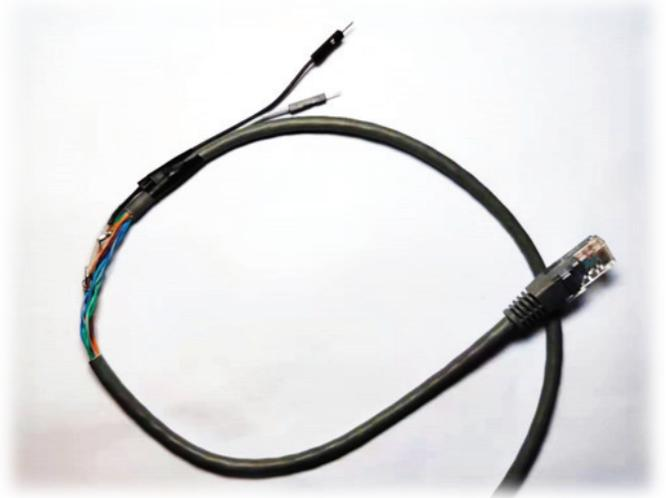

图 2：在双绞线的 Pin 1 和 2 上分别引出一根导线
以 T568B 为例，其中用到了 4 根线，构成 2 个差分对 (TX 和 RX)。不失一般性，我们取其中一对 (TX) 作为分析对象。因此需要引出 Pin 1 和 Pin 2，用于连接示波器探头来抓取信号。这里剪开一根网线，在 Pin 1 和 2 上分别引出一根导线，做成分析用的专用跳线，如图 2 所示。